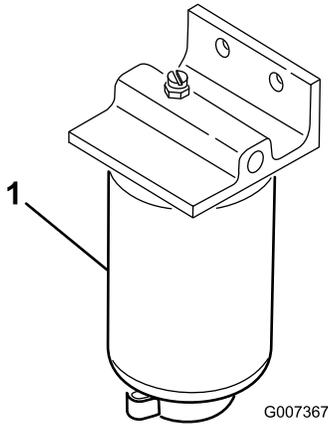

图47
1. 在燃油滤清器下面放置一个清洁容器 (图47)。
2. 清洁滤清器的安装区域图47。